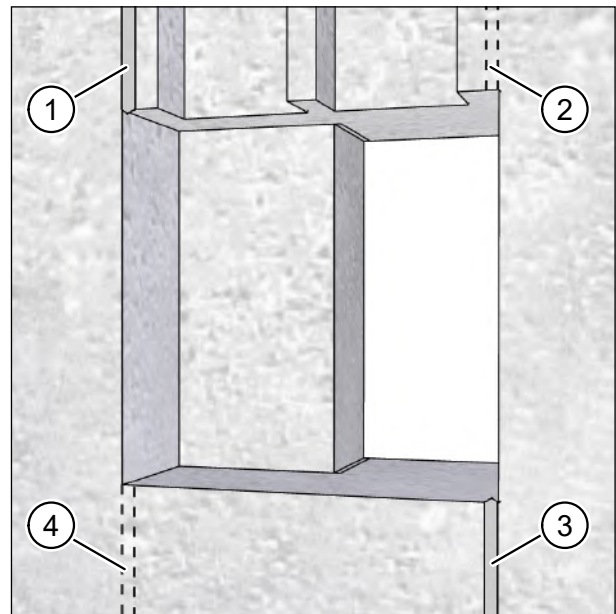

Abb. 19: Mauernuten für Anschlusskabel fräsen
- Fräsen Sie einen Kabelkanal für das Netzkabel (Pos. 1 in Abb. 19) und ggf. einen Kabelkanal für das Steuerkabel (Pos. 3 in Abb. 19).
- Die Mauernuten in Abb. 19 sind beispielhaft. Alternative Mauernuten sind gestrichelt dargestellt (Pos. 2 und Pos. 4 in Abb. 19). Für die spätere Elektroinstallation empfiehlt es sich, das Netzkabel von links und ggf. das Steuerkabel von rechts an den Mauerdurchbruch heranzuführen.